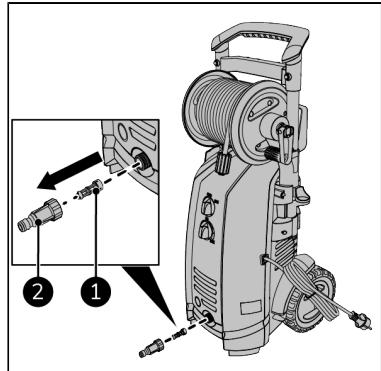

Figure 86.
5. Passez de la vaseline sur le joint torique du raccord de tuyau de jardin (Figure 86, pos. 2).
3. Dévissez le raccord du tuyau de jardin (Figure 86, pos. 2).
4. Retirez le filtre (Figure 86, pos. 1).